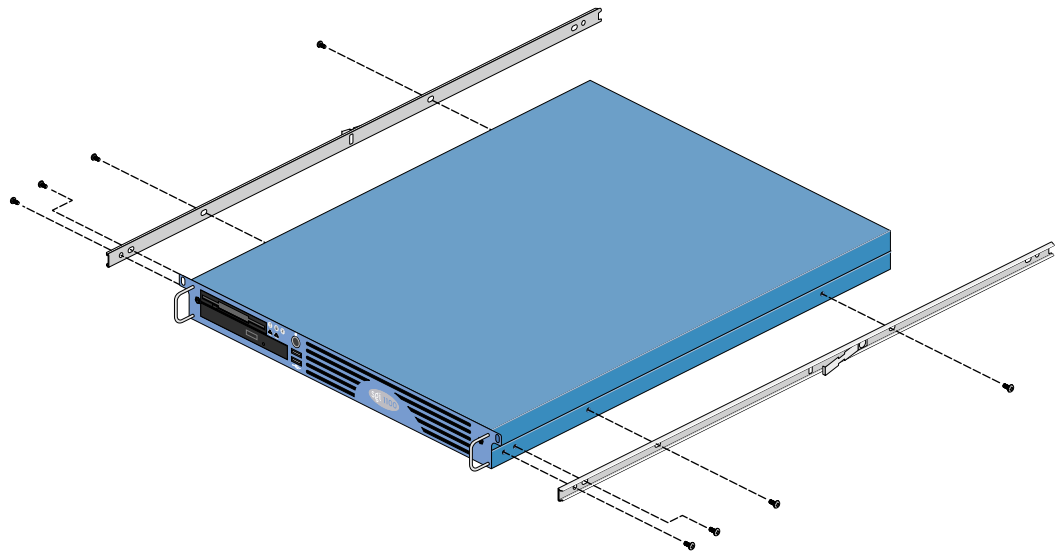

Figura 2-8 Sujeción de los rieles al chasis del servidor SGI 1100
1. Utilice cuatro tornillos M4xL5 (consulte la Tabla 2-2) para fijar uno de los rieles del chasis al lateral derecho del chasis del servidor SGI 1100. Asegúrese de instalar el riel en la dirección correcta (consulte los detalles en la Figura 2-8).